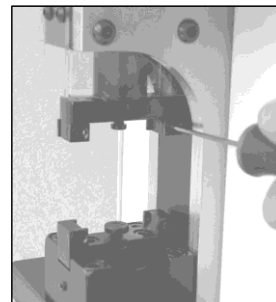

Abb. 9.01
- Schiebepfättchen auf einer Seite mit dem 2mm Stiftschlüssel lösen und zur Seite schieben. (Abb. 9.01)